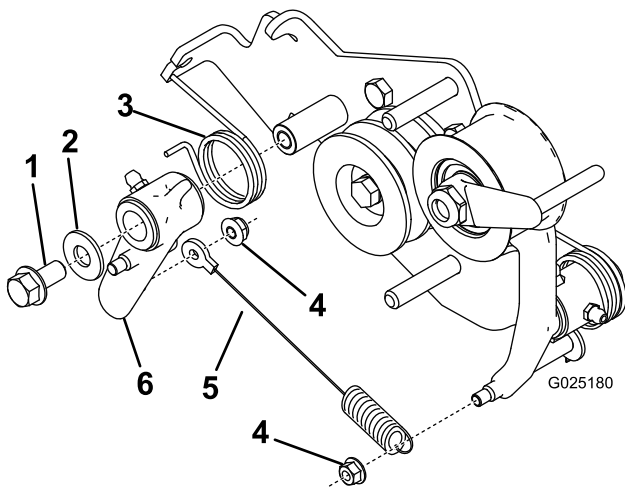

Figura 3
4. Retire el conjunto de la palanca de tracción y las piezas necesarias del soporte de embrague existente e instálaslas en el soporte de embrague nuevo (Figura 3).
- Conecte el acoplamiento del cable existente al conjunto de palanca de tracción y a la palanca del embrague usando 2 tuercas del conjunto existente (Figura 3).